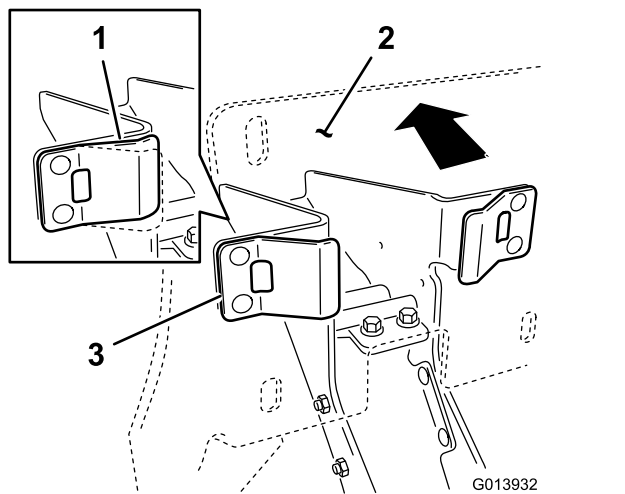

Figure 20
4. Vérifiez que les butées en plastique sont en contact avec les pattes élastiques, et exercez une pression suffisante contre la plaque d'appui pour comprimer à moitié les pattes élastiques (Figure 20).